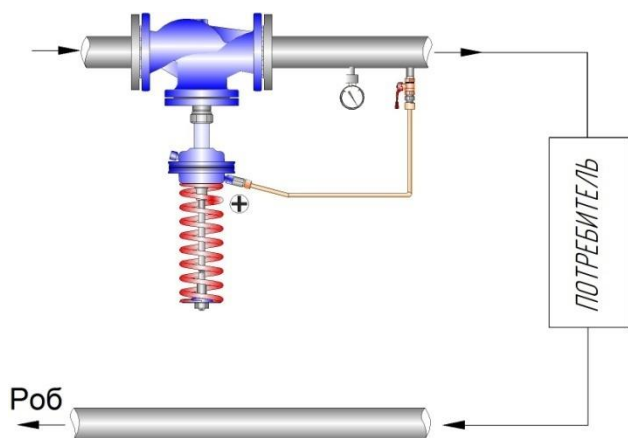

Рис.10 - Включение регулятора УРРД-НО «после себя»
6.1.1. Монтаж регулятора давления «после себя» и «до себя» проводить согласно схеме рис. 10 и 11.
- Подать давление в импульсную линию, соединяющую камеру «+» гидропривода, плавно открыв запорный кран (рис. 10 и 11).